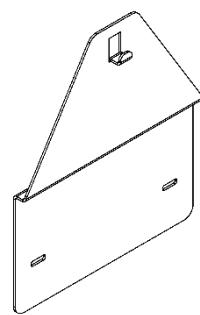

Рисунок 6.
7.2.3 При установке аппарата на место где ранее был установлен аппарат марки «NEVA» или «BaltGaz», который крепился к стене с помощью двух крючков, можно выкрутить данные крючки и использовать отверстия для установки переходной планки (см. рис. 6). Переходная планка 114511-00.050 позволяет смонтировать аппарат с использованием уже имеющихся крепежных отверстий в стене. Переходная планка приобретается отдельно в фирменных магазинах или на сайте baltgaz.ru.